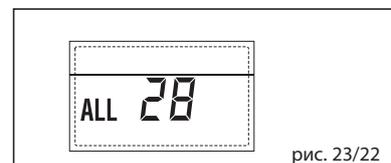

рис. 23/22
– **НЕПОЛАДКА КОЛИЧЕСТВА ПОДКЛЮЧЕННЫХ ПЛАТ “ТРЕВ 29” (рис. 23/23)**